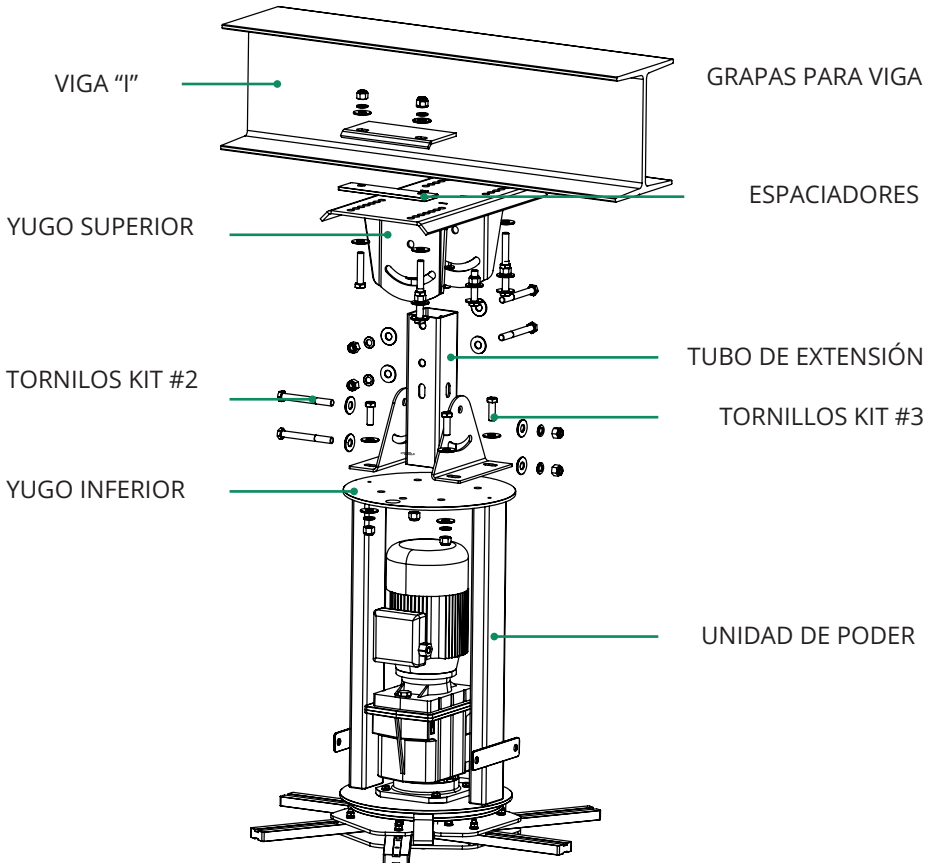

Fig 5.1
- e)** En caso de que el espesor del patín de la viga sea de 3/8" o mayor, es necesario colocar los espaciadores entre el yugo superior y las grapas fig. 5.1